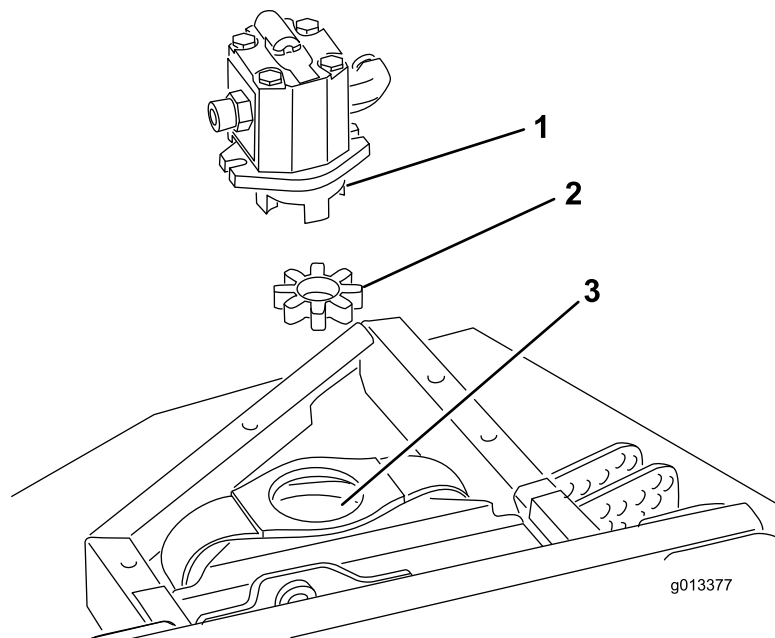

Bild 2
4. Entfernen Sie die dehnbare Spinne von der Innenseite jeder Riemenscheibe der Kupplung. Prüfen Sie die dehnbare Spinne auf Abnutzung und tauschen Sie sie aus, wenn sie beschädigt ist. Bewahren Sie sie sonst für den Einbau am neuen Mähwerk auf (Bild 2).
Hinweis: Prüfen Sie die Drehkreuznabe auf Abnutzung und tauschen Sie sie aus, wenn sie abgenutzt ist (Bild 2).